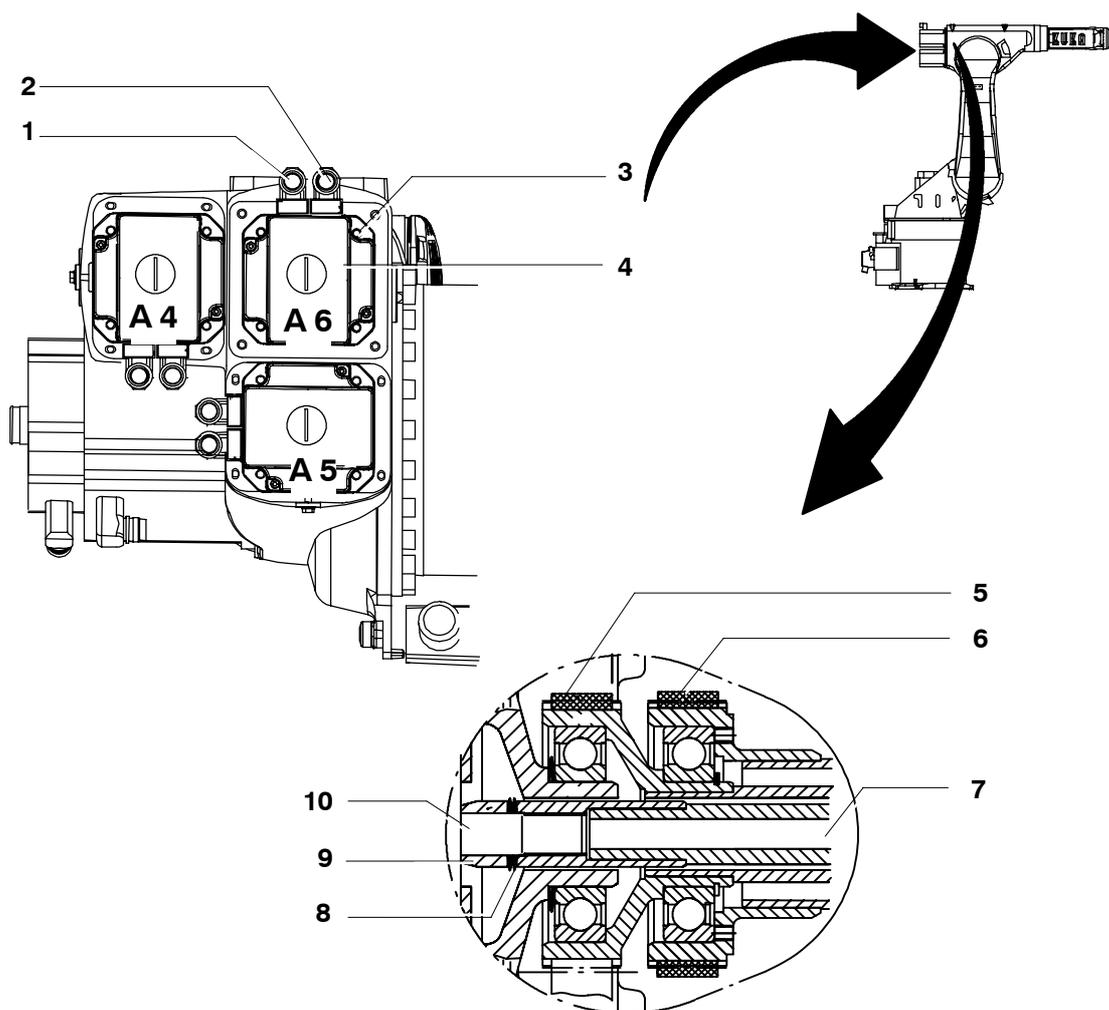

Fig. 122 Démontage et montage de l'entraînement de l'axe du poignet A6
- (1) Desserrer et retirer les connecteurs XM6 et XP6.
- (2) Dévisser quatre vis à six pans creux M8x18 (Fig. 122/3) sans oublier les rondelles-frein et retirer l'entraînement de l'axe du poignet A6.
- (1) Le cas échéant procéder à la déconservation de l'unité d'entraînement du poignet A6 (Fig. 122/4), nettoyer la liaison par arbres dentés (10) puis graisser légèrement mais sur toute la surface avec du Microlube GL 261
- (2) Pousser l'anneau (9) et les ressorts Belleville (8), conformément à la Fig. 122 sur la denture.
- (3) Introduire l'entraînement de l'axe du poignet A6 (4) dans la liaison par arbres dentés de l'arbre A6 (7) et le centrage du carter du bras.
Monter l'unité d'entraînement de l'axe du poignet A6 de façon à ce que les connecteurs femelles XM6 et XP6 (1, 2) se trouvent en haut (Fig. 122).